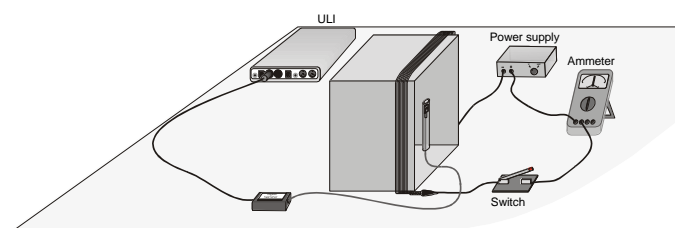

Figura 28: Arranjo experimental da Pratica 8
3. Conectar a bobina, o interruptor, o amperímetro, e a fonte de alimentação, como mostrado na Figura 28.
4. Prepare o computador para coleta de dados abara Logger *Pro abra* o arquivo "Exp 28" da pasta *Physics with Computers*. Um gráfico irá aparecer na pantalha. A janela do medidor exibe campo magnético (MT).